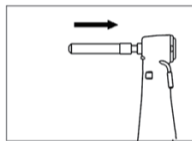

Figura 6
- 3) Empuje la aguja / taladro hacia adentro. Si la aguja / taladro están bien bloqueados, se escuchará un "clic". (Figura 6)